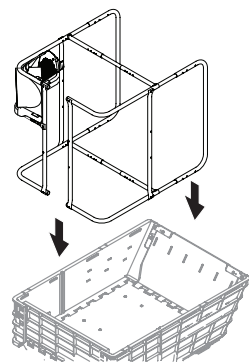

Figure 11
1. Placez le cadre dans la remorque de façon à ce que l'adaptateur du tube flexible (731-12351B) se trouve dans le coin supérieur avant droit du cadre. Voir Figure 11.